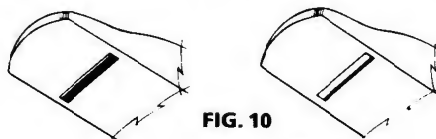

FIG. 10
The size of the mouth opening (3) depends on the use to which the plane is to be put. Fine cabinet work requires a small mouth - general purpose work requires a larger mouth, as factory set (Fig. 10).
- Slacken frog clamping screws (17)
- Using a screwdriver, turn the frog adjusting screw (18) to move the frog (2) forward or back. (On the H1203, H1204, H1205 models, apply hand pressure to move the frog)
La dimension de la lumière (3) dépend de l'usage que l'on veut faire du rabot. Pour les travaux d'ébénisterie, la lumière doit être réduite; pour les travaux généraux, la lumière doit être plus importante, telle qu'elle a été réglée en usine (Fig. 10).
- Desserrer les vis de blocage du chariot (17)
- A l'aide d'un tournevis, tourner la vis de réglage du chariot (18) pour déplacer le chariot (2) vers l'avant ou vers l'arrière (Sur les modèles H1203, H1204, H1205, exercer une pression de la main pour déplacer le chariot).
Die Breite der Maulöffnung (3) hängt von der jeweiligen Arbeitsbreite ab. Feine Kunstschlerarbeiten werden mit schmaler Maulöffnung ausgeführt - allgemeine Hobelarbeiten mit breiter Maulöffnung. (Abb. 10).
- Messerplattenschrauben lösen (17)
- Mit einem Schraubendreher die Schraube zur Messerplatteneinstellung (18) (Froscheinstellung) betätigen, um die Messerplatte (2) (Frosch) nach vorne oder hinten zu verstellen. (Bei den Modellen H1203, H1204, H1205 wird der Frosch durch Handdruck verstellt.)
El tamaño de la abertura de la boca (3) depende del uso que se hará del cepillo. Para los trabajos finos, se requiere una abertura de boca pequeña; para los trabajos generales, se requiere una abertura de boca más grande, tal como ha sido ajustada en la fábrica (Fig. 10).
- Aflojar los tornillos de sujeción del carro (17).
- Usando un destornillador, girar el tornillo de reglaje del carro (18) para mover el carro (2) hacia delante o hacia atrás (En los modelos H1203, H1204, H1205, apretar con la mano para mover el carro.)